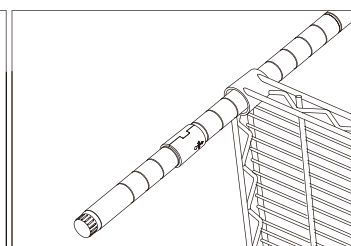

Figure 3
- iii. Placez la tablette sur le côté et glissez chaque montant, comprenant les manchons coniques, au travers de la tablette jusqu'à ce que tout soit bien ajusté. (Voir la Figure 3)